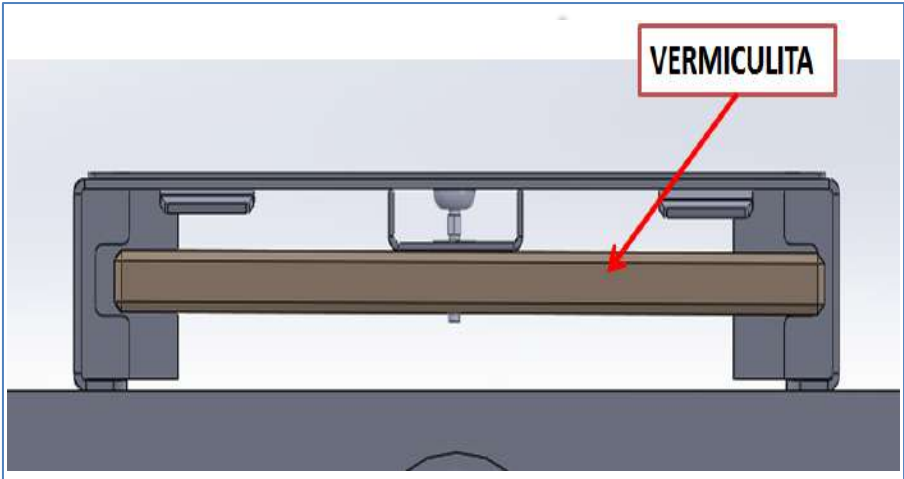

Ilustración 9. Colocación vermiculita
- 6) Colocada y fijada la estufa correctamente, desembalamos la Pieza Nº 3, y la colocamos dentro de la Pieza Nº 2, haciéndola pasar entre las ranuras de la pieza Nº 8 dejándola centrada, realizada esta operación colocamos la Pieza Nº 4 sobre la parte superior del apoyo estufa, haciendo que los salientes queden por dentro de la pieza (Ilustración 9)-